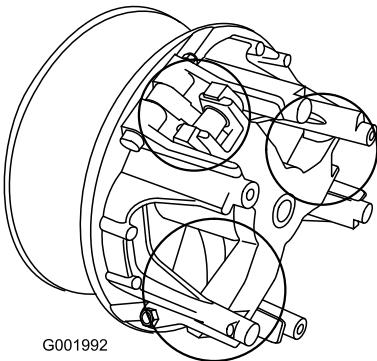

Bild 58
5. Schmieren Sie die beweglichen Teile in den Bereichen, die in Bild 58 eingekreist sind, mit Toro Dry Lubricant Spray ein. Sie erhalten den Spray von Ihrem Toro Vertragshändler oder Distributor.